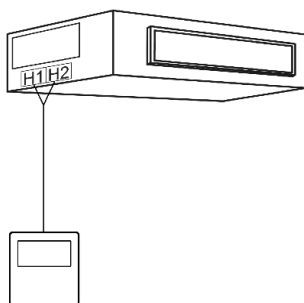

Fig. 5.4.1
- 1) La Fig. 5.4.1 illustra l'installazione del comando a filo.